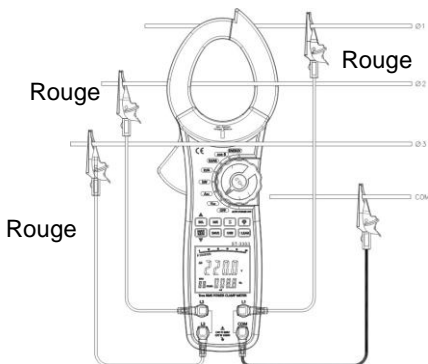

Figure 4
A. Mesure de tension CA (afficheur principal) + fréquence (afficheur secondaire) (figure 4)